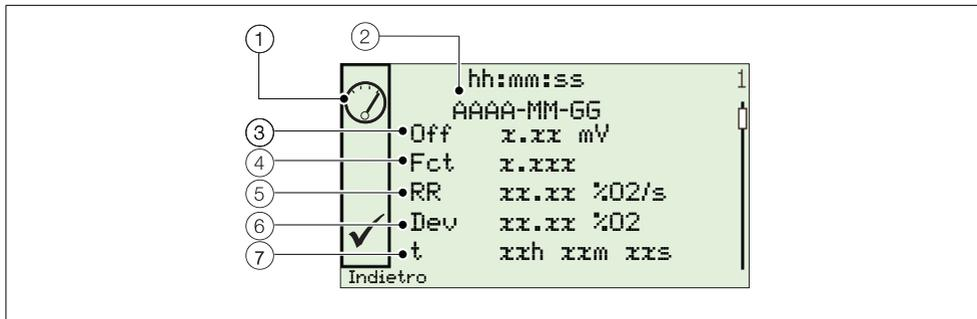

Fig. 8.2 Struttura registro prestazioni e codici prestazioni tipici
Se è stato selezionato *Registro prestazioni*, l'icona ① in Fig. 8.2) a sinistra del display indica la taratura riuscita o non riuscita o il controllo precisione; o se è stata montata una nuova sonda/cella. I tipi di icona sono illustrati nella seguente tabella 8.6: